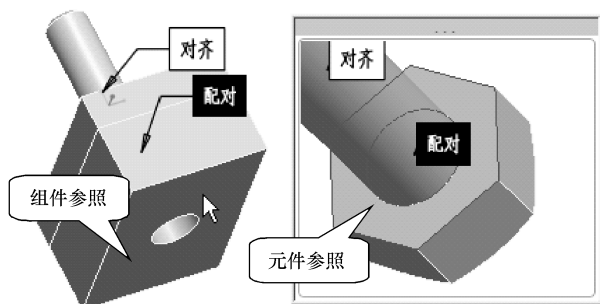
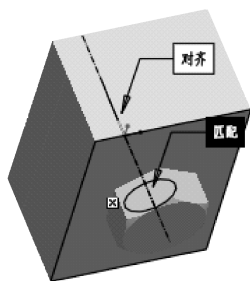
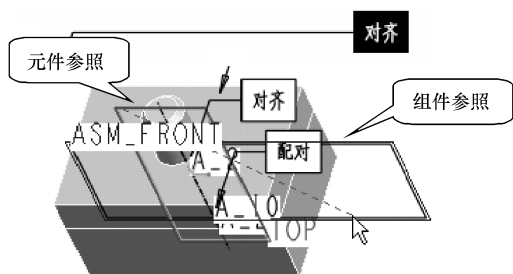

图 9-50 选取装配参照
图 9-51 完成匹配约束
图 9-52 设置对齐约束参照
(6) 单击控制区的【在单独的窗口中显示元件】按钮, 螺栓弹出在单独的窗口中, 选取如图 9-50 所示的元件参照。
(7) 在装配窗口中选择组件参照如图 9-50 所示, 再次单击【在单独的窗口中显示元件】按钮, 使其处于浮起状态, 关闭单独显示螺栓的窗口, 图形区如图 9-51 所示。
(8) 在【放置】下滑面板的【集】列表中单击【新建约束】, 【集】列表中弹出第 3 个约束, 在【约束类型】下拉列表框中选择【对齐】选项。
(9) 在装配窗口中选择螺栓的“TOP”基准面作为元件参照, 选取组件的“ASM_FRONT”基准面作为组件参照, 如图 9-52 所示。